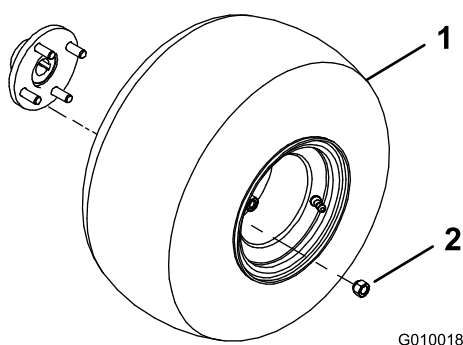

Figure 3
2. Montez une roue sur chaque moyeu de roue arrière (Figure 3).
3. Montez les écrous de roue (Figure 3) et serrez-les à un couple de 61 à 75 Nm.